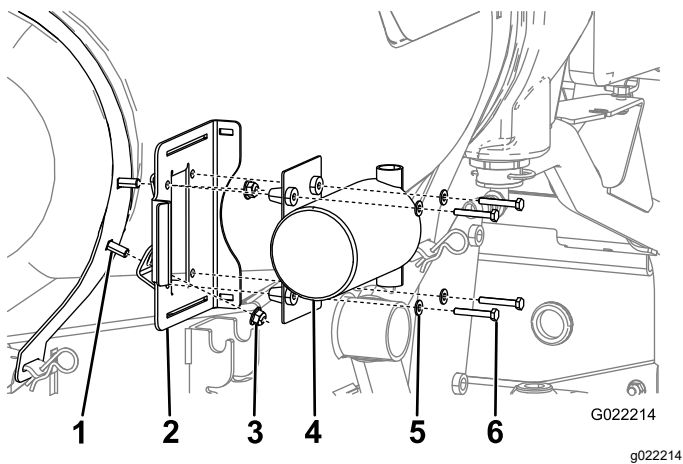

Figura 8
4. Sujete el soporte de montaje de la bomba de enjuague a los pernos de cuello cuadrado instalados anteriormente con 2 tuercas con arandela prensada (Figura 8).
6. Sujete la bomba al bastidor con los 4 pernos y las 4 arandelas pequeñas (Figura 8).